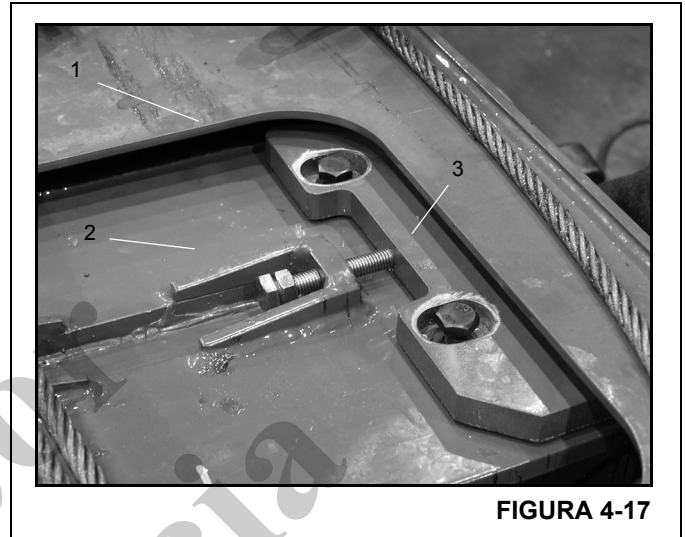

FIGURA 4-17
1. Deslice el conjunto fuera de la sección central interior (Figura 4-17, 1) lo suficiente para obtener acceso a las almohadillas de desgaste ajustables superiores traseras de la sección central exterior (Figura 4-17, 2) a través del agujero de la parte superior de la sección central interior.
superior trasera y saque las almohadillas de desgaste, las placas retenedoras (Figura 4-17, 3) y los pernos de la parte superior de la sección central exterior.